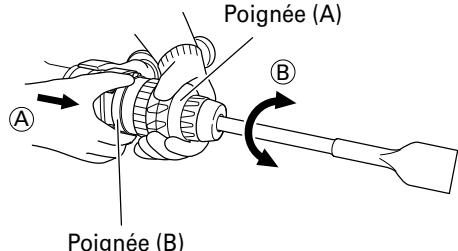

Fig. 4
- (1) Comme indiqué sur la Fig. 4, si l'on tourne la poignée (B) dans le sens (Ⓑ) de telle sorte que la poignée (B) glisse dans le sens (Ⓐ), il sera possible de modifier librement l'angle de la lame sur n'importe quelle position.